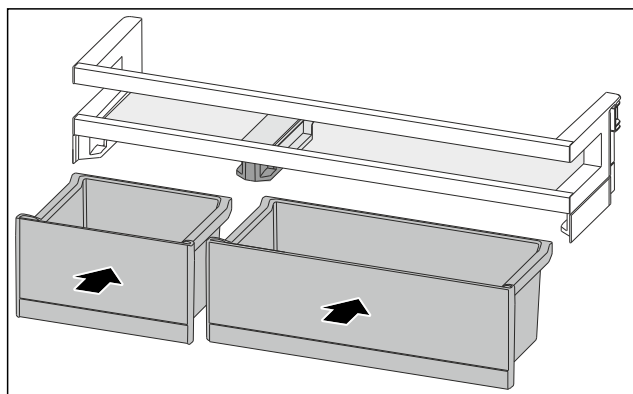

Fig. 98
- ▶ Inserire i VarioBox in posizione scambiata. (vedere Fig. 98)